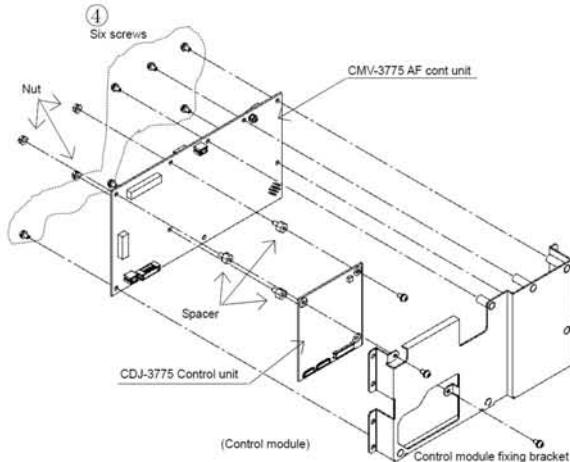

図 3 [Fig.3]
3. CMV-3775 AF コントロールユニットの交換方法 (図 3)
Exchanging CMV-3775 AF Control Unit [Fig.3]